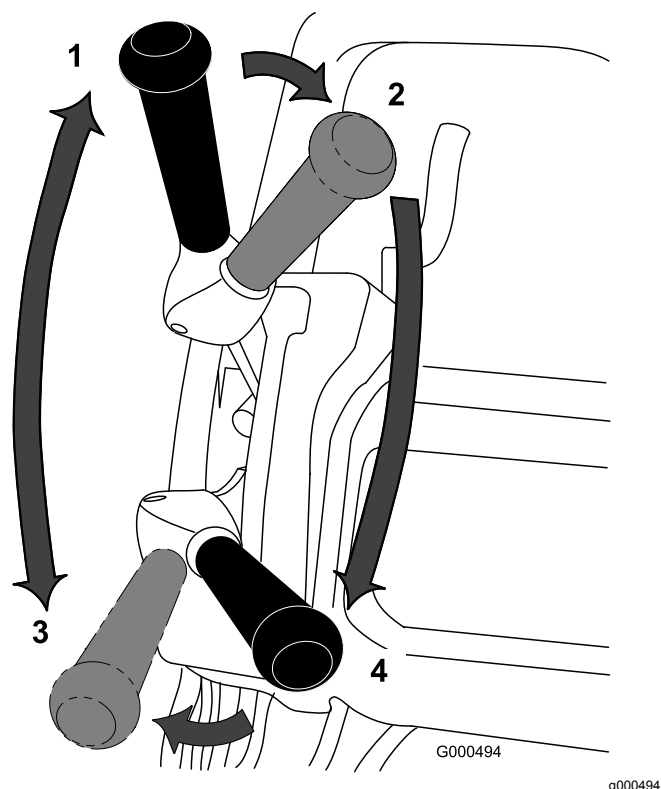

図 23
1. エンジンを始動、スロットルを下げ、ハンドルを押し下げてカッティングユニットを上げ、オペレータコントロールを握り、走行レバーとリール駆動レバーを前進走行にセットして、グリーンのカラー縁に入る 図 23。
2. レバーをニュートラル位置にする 図 23。